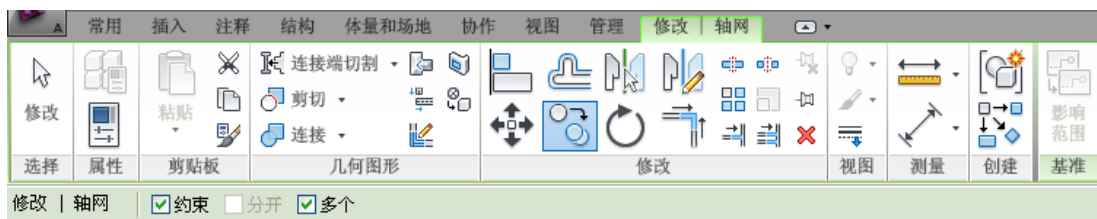

图 1-16
- 2) 选择1号轴线,单击功能区的“复制”命令,在选项栏勾选多重复制选项“多个”和正交约束选项“约束”(如图1-16所示)。